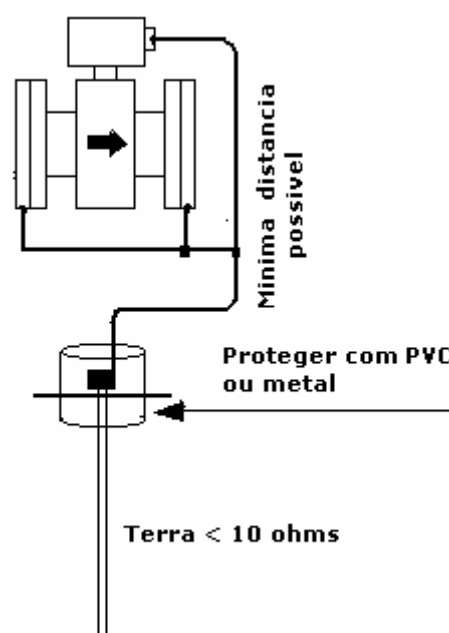

Figura 16.
- No conversor, aterre o terminal terra do bloco terminal ou o terminal terra da caixa (invólucro). O terminal terra e o terminal terra da caixa são mutuamente conectados na unidade (**Figura 16**).